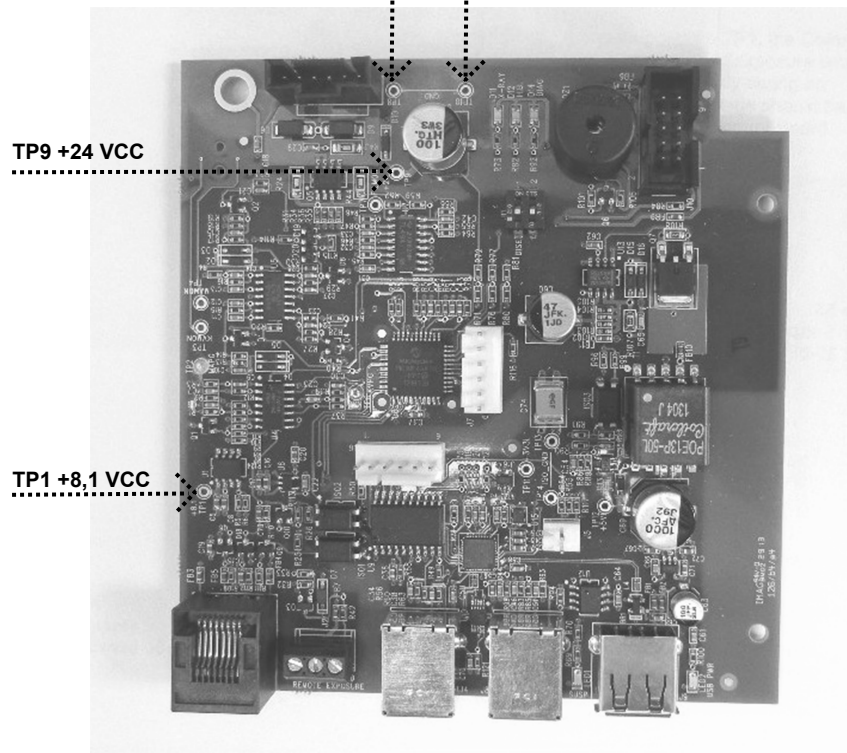
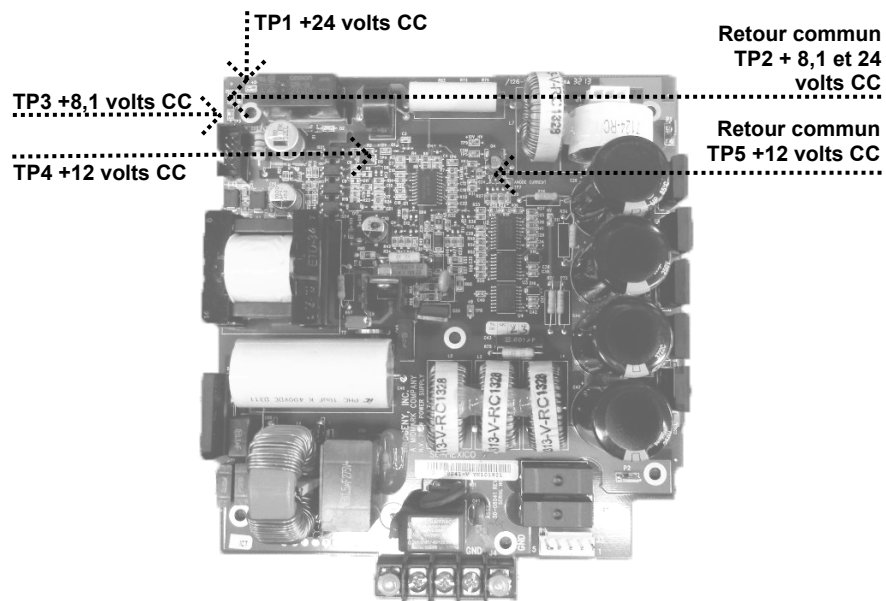

Figure 62
Figure 63
2. Sur la carte d'alimentation, *Figure 63*, utilisez TP2 comme point de test courant pour vérifier TP1 +24 VCC et TP3 8,1 VCC. Utilisez ensuite TP5 comme retour commun pour vérifier la présence d'une tension de +12 VCC au niveau de TP4, comme illustré à la *Figure 62*. Si l'une de ces tensions manque, remplacez la carte d'alimentation.